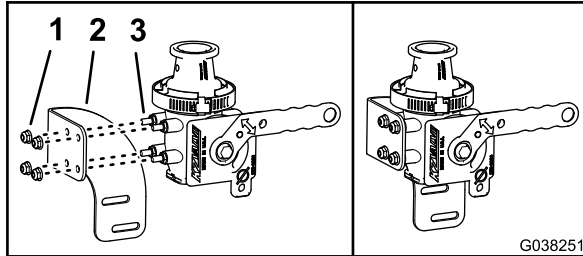

Figura 59
1. Allineate il flessibile nella staffa di intercettazione del nebulizzatore con i prigionieri della valvola di intercettazione del nebulizzatore, come illustrato nella Figura 59.
2. Montate la staffa sulla valvola (Figura 59) con i 4 dadi di bloccaggio flangiati ($\frac{1}{4}$ ").